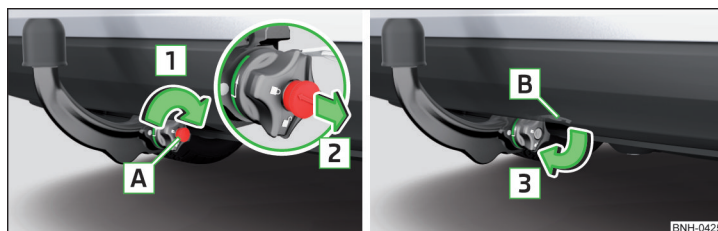

Fig. 222 Încuiati încuietoarea și scoateți cheia/așezați capacul pe încuietoare
- » Rotiți cheia **A** în sensul săgeții **1**, astfel încât săgeata de pe cheie să fie orientată spre simbolul » fig. 222.